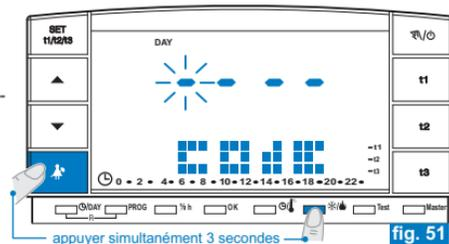

fig. 51
- À partir du fonctionnement normal du chronothermostat, appuyer (environ 3 sec.) sur les touches  et  pour activer un mot de passe. L'inscription **CoDe** s'affichera sur l'écran et le premier tiret à gauche clignotera (fig. 51).
- Si le mot de passe est activé et que vous essayez d'activer une des fonctions protégées, l'écran affichera l'inscription **CoDe** et le premier tiret à gauche se mettra à clignoter (fig. 51).
- À partir du fonctionnement normal du chronothermostat, appuyer (environ 3 sec.) sur les touches ▲ et ✖/☺. L'inscription **CoDe** s'affichera sur l'écran et le premier tiret à gauche clignotera (fig. 51).